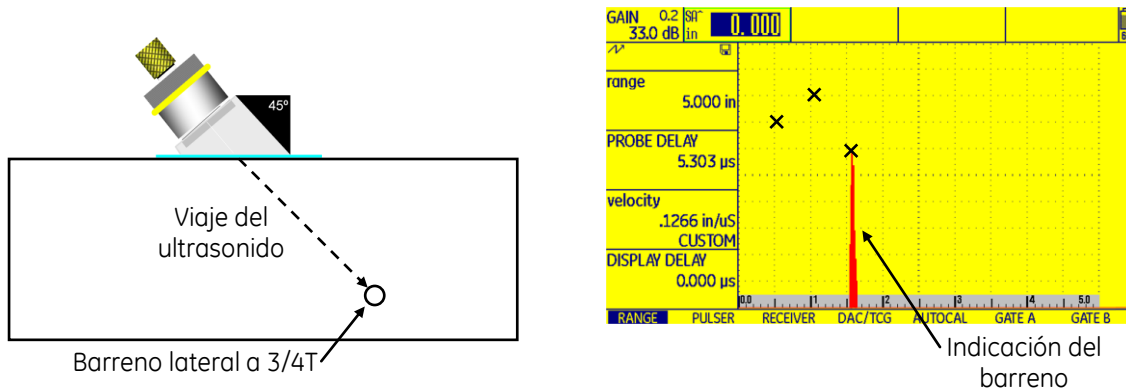

Figura No. 113: Maximizar la tercera indicación de referencia (del barreno ubicado a 3/4T) y marcar sobre la pantalla la posición del pico de la indicación
- Colocar el transductor dirigido hacia el barreno lateral localizado a tres cuartos del espesor del bloque (3/4T), detectado con la primera pierna, y marcar sobre la pantalla la posición del pico de la indicación, figura No. 113.